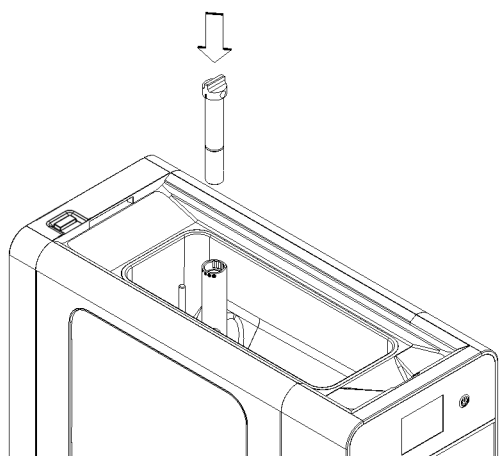

figura 5
**3** Introduzca la parte superior del tubo de mezcla dentro de la parte inferior. (ver figura 5)